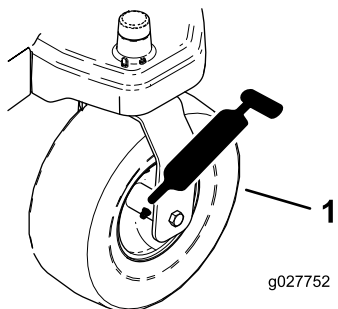
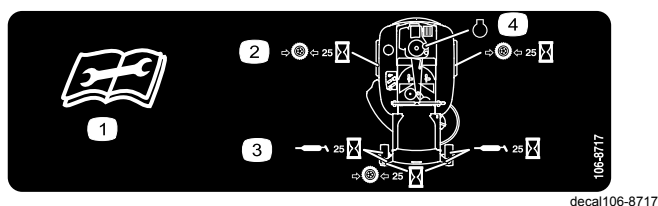

Figure 26
Figure 27
3. Nettoyez les graisseurs (Figure 26 et Figure 27) à l'aide d'un chiffon.
4. Raccordez une pompe à graisse à chaque graisseur (Figure 26 et Figure 27).